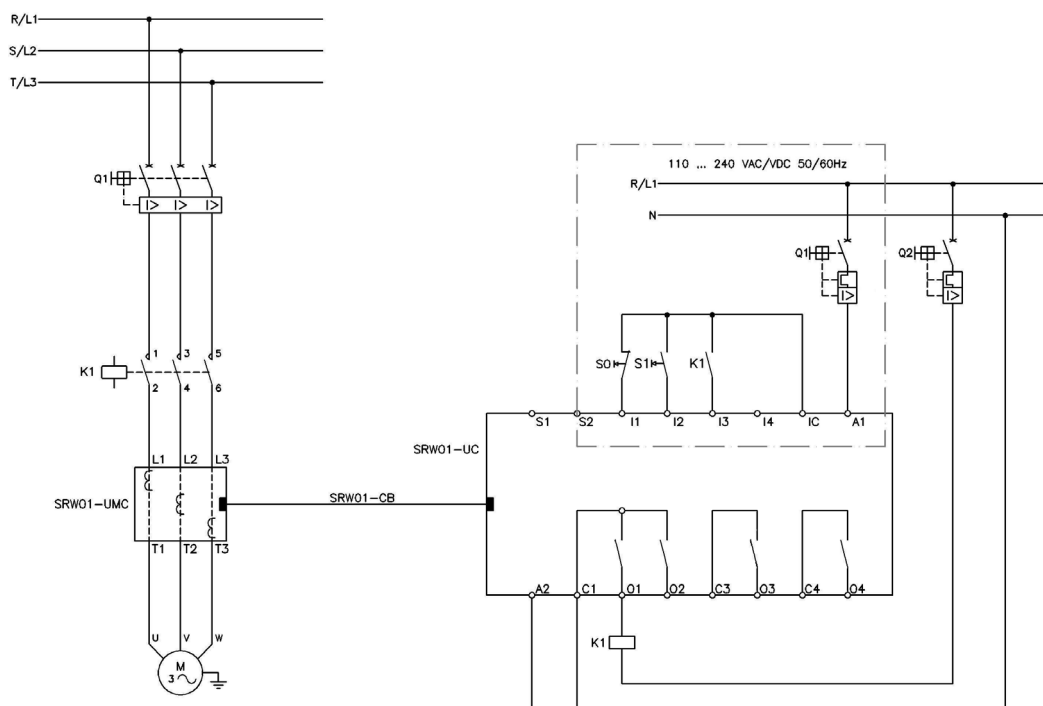

Figura 5.6 - Esquema de conexión para el Modo de Operación Arranque Directo utilizando entradas digitales en 24 Vcc y accionamiento por Pushbutton (P230 = 1)
El esquema de la figura 5.6 presenta un ejemplo de la utilización de la Unidad de Control (UC), en el modo de operación Arranque Directo con accionamiento a través de las entradas digitales (P229 = 0) en 24 Vcc, utilizando lógica de control a tres cables (Pushbutton) (P230 = 1).